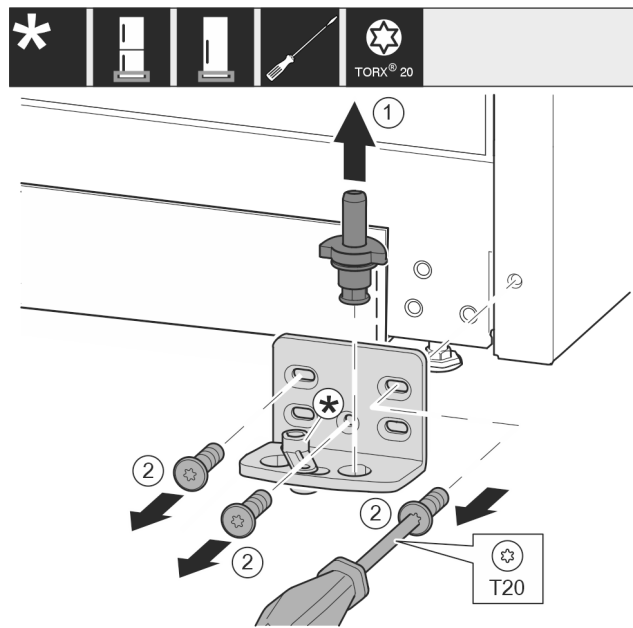

Fig. 10
- Tõmmake laagripolt täielikult ülespoole välja. Fig. 10 (1)
- Keerake kruvid kruvikeerajaga T20 välja ja võtke laagripukk maha. Fig. 10 (2)